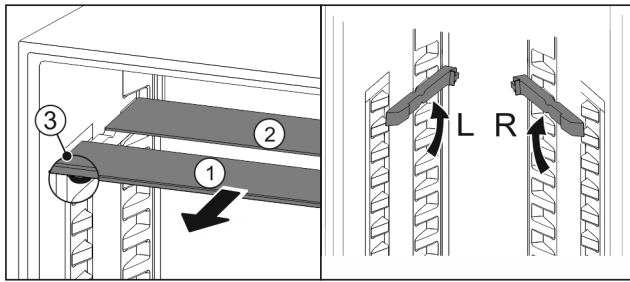

Fig. 176
- Sortir les tablettes par l'avant Fig. 176 (1).
- La tablette en verre Fig. 176 (1) avec bordure décorative est située à l'avant.
- Les butées Fig. 176 (3) sont orientées vers le bas.